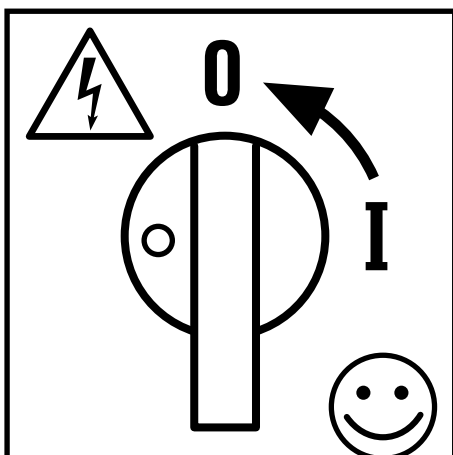

Fig.: 11
1. Colocar o motor e o agregado em posição horizontal e plana (Fig.: 11).
1. Considerar o uso de um interruptor de rede externo 1 (Fig.: 11) para se poder desligar a electricidade do sistema a qualquer tempo.